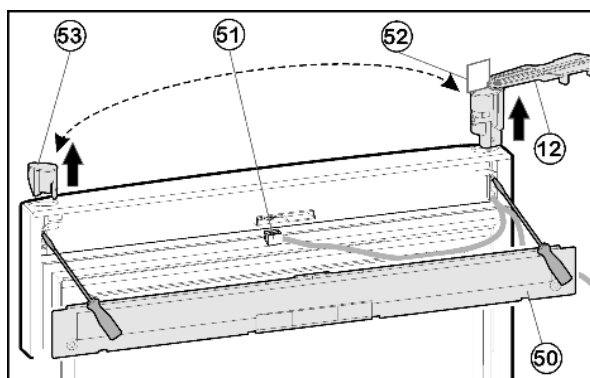

Fig. 10
- Koryt *Fig. 10 (50)* na dveřích sejměte šroubovákem.
- Konektor *Fig. 10 (51)* odpojte.
- Na horních dveřích otočte stojan ložiska *Fig. 10 (12)* ven rovnoběžně s hranou dveří.
- ▶ Stojan ložiska *Fig. 10 (12)* zespod vysuňte pomocí šroubováku a kompletně i s kabelem ze dveří odstraňte.
- ▶ Zátky *Fig. 10 (53)* vysuňte zespod pomocí šroubováku a zastrčte na druhé straně.
- ▶ Kabel stojanu ložiska *Fig. 10 (12)* zasuněte na protější straně a stojan ložiska nasad'te.
- ▶ Šablonu *Fig. 10 (52)* vytáhněte a připevněte ve stojanu ložiska.
- ▶ Zástrčku *Fig. 10 (51)* zapojte.
- ▶ Kryt *Fig. 10 (50)* na dveřích zaklesněte.